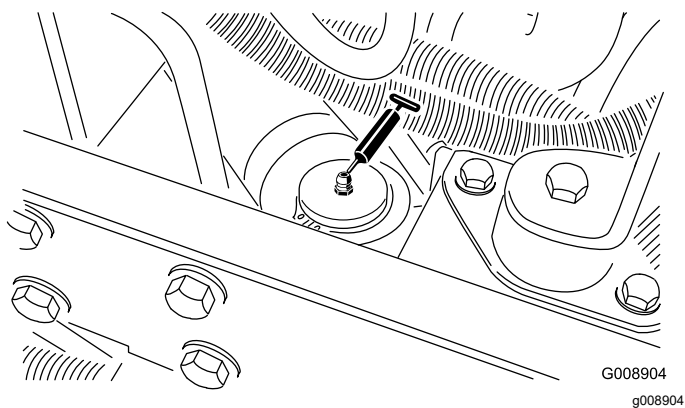

Figure 70
- Vérin de direction (Figure 70).